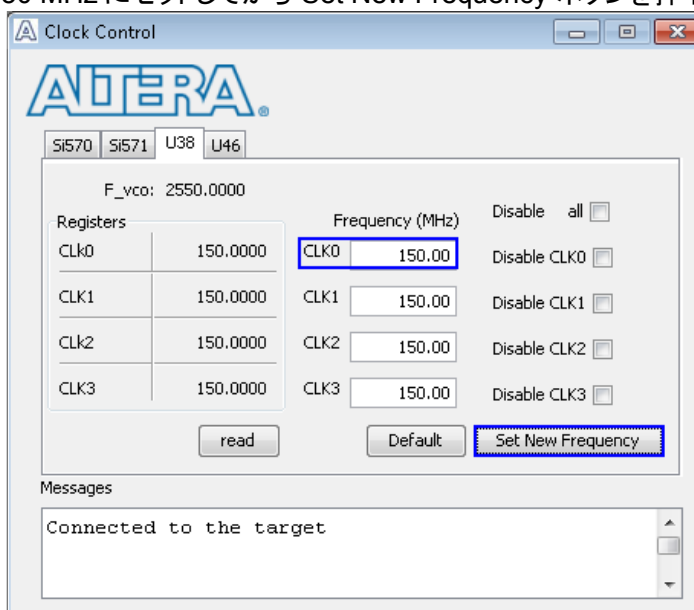

図 1-12 StratixV GX FPGA 開発キットの場合のクロック周波数設定
- c) StratixV GX FPGA 開発キットの場合、下図 1-12 のように 3 番目のタブ(U38)を選択し、CLK0 frequency = 150 MHz にセットしてから“Set New Frequency”ボタンを押下します。